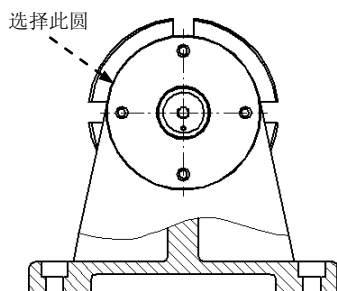

图 10.5.16 标注中心标记
(1) 单击 **主页** 选项卡 **注释** 区域中的 命令，系统弹出“中心标记”命令条。
(2) 在“方位”下拉列表中选择 **水平/垂直** 选项，确认 按钮处于弹起状态，然后选择图 10.5.16 所示的圆，结果如图 10.5.16 所示。